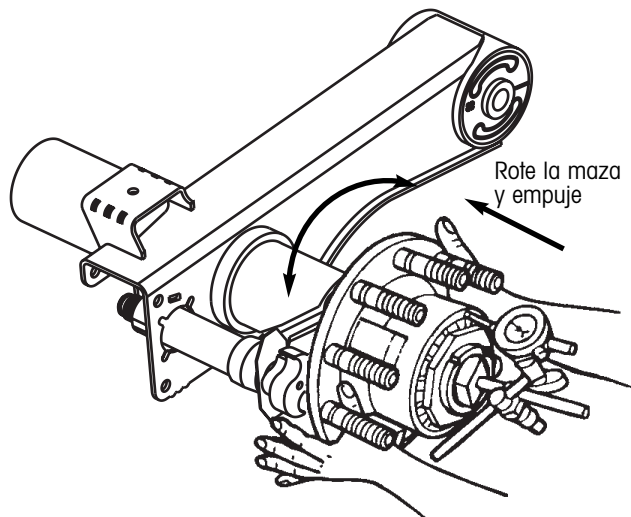

Figura 69. Empuje la maza hacia adentro mientras rota en ambas direcciones
3. Ligeramente rote la maza en ambas direcciones mientras empuja la maza hacia adentro hasta que la lectura del indicador de carátula permanezca constante (figura 69).